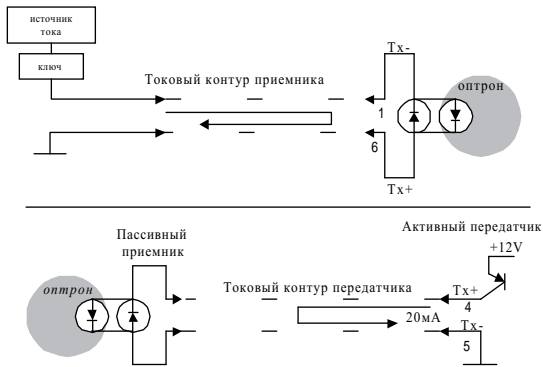

рис. 3. Схема соединения устройств по интерфейсу "Токовая петля".
3.2.1. В адаптере LinkPro-8 реализована “Токовая петля” по типу “Активный передатчик-Пассивный приемник”. Для корректного включения периферийных устройств необходимо, чтобы их интерфейс был аналогового типа. Схема соединения устройств по интерфейсу “Токовая петля” приведена на рис. 3.